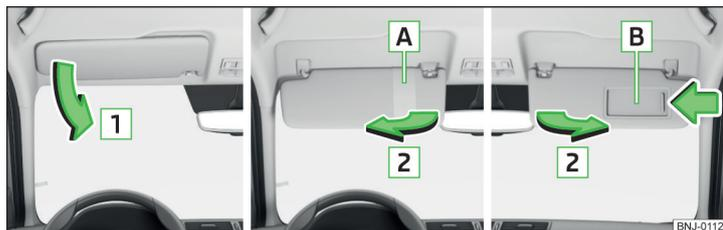

Fig. 55 Bajar visera / subir visera / espejo de maquillaje y portatiquetas de aparcamiento
**Operación y descripción del parasol** » fig. 55